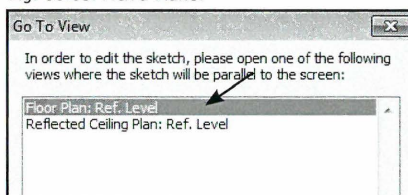

Fig. 08.86. Vælg **Floor Plan: Ref. Level**.
- Vælg **Floor Plan: Ref. Level** (Fig. 08.86) og klik **Open**.